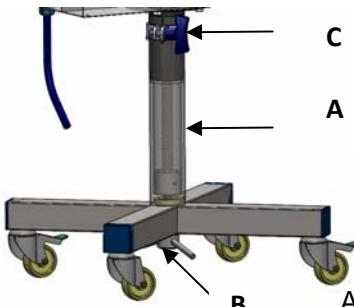

Abb. 1
Die Höhe des Geräts und ihres Untergestells auf Rädern kann über das Teleskopgewinde mit dem Hebel (B) (s. Abb. 1) verstellt werden kann. Durch diese Besonderheit kann die Anschlusshöhe des Geräts für jeden Wurstfüller MAINCA mit dem Hebel (B) eingestellt werden. Nachdem die Anschlusshöhe des Geräts für die Wurstfüllmaschine eingestellt ist, betätigen Sie den Hebel (C).